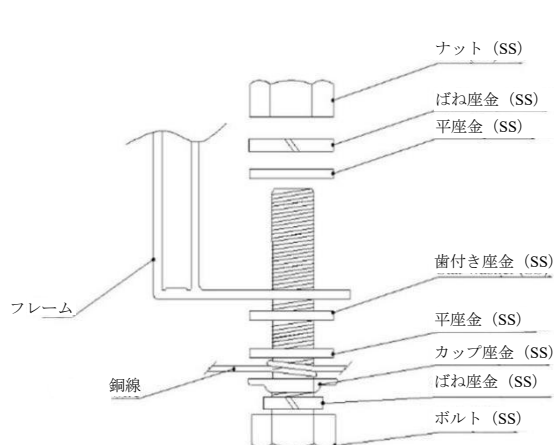

図 23：接地線取付ボルト設置の模式図
- 接地ケーブルおよびボルトを設置に使用：接地ボルトはステンレス鋼製とし、指定の接地穴に使用することを推奨する。ステンレス鋼ボルトを最初にばね座金、カップ座金、平座金および歯付き座金に通し、次にフレームの接地穴、平座金およびばね座金を通して挿入し、最後にこれらをナットで締結する。設置図を図 23 に示している。